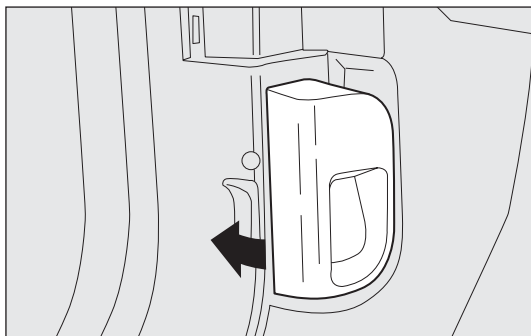

fig. 83
- tirer la manette fig. 83 dans le sens indiqué par la flèche ;